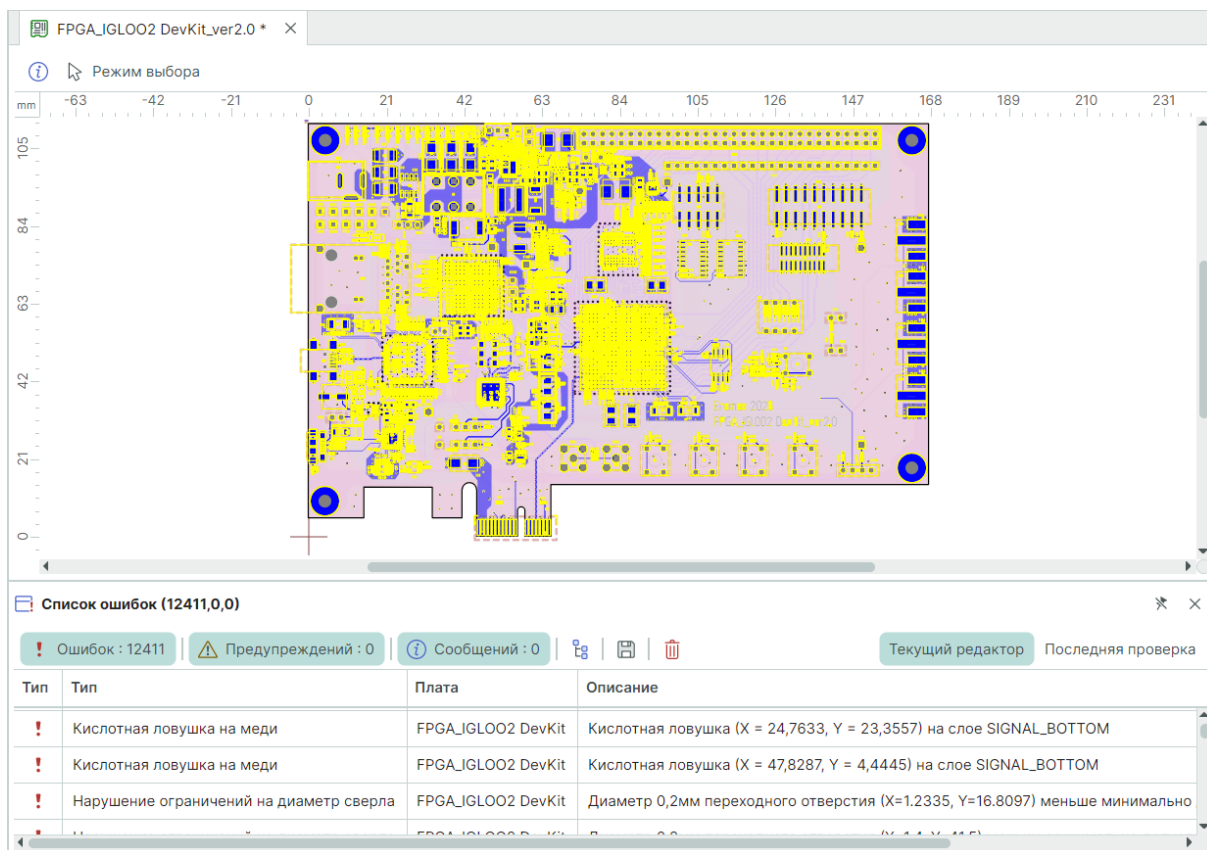

Рис. 510 Отображение выявленных нарушений по итогу выполнения проверки платы на технологичность
4. При выявлении ошибок в ходе выполнения проверки в панели «Список ошибок» будут отображены все нарушения, см. Рис. 510. Также все выявленные нарушения будут подсвечены на плате.